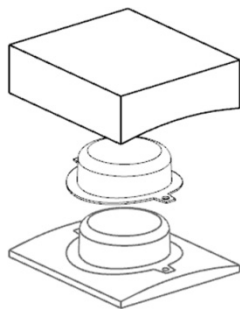

图 2-17 移动其他零件
- (30) 采用相同的方法，移动其他零件，如图 2-17 所示。
(31) 在“装配导航器”中选取 ☒ **suliaogai_top_000**，单击鼠标右键，选取“设为工作部件”命令。
(32) 单击“保存”按钮 ，保存所有的文档（包括分型面、工件等），这些文档都保存在起始目录下。